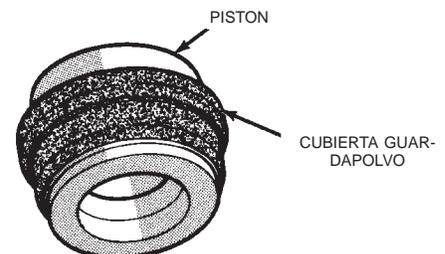

Fig. 53 Cubierta guardapolvo en el pistón
(5) Instale la cubierta guardapolvo nueva y asiente la cubierta en la acanaladura del pistón (Fig. 53).